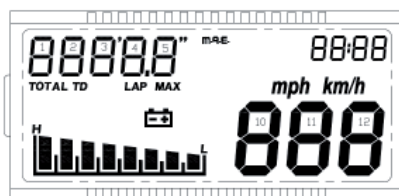

Fig. 18
- II^a página (sólo en el primer encendido del instrumento): Check de todos los segmentos del lcd durante aprox. 3 seg. (fig. 18).